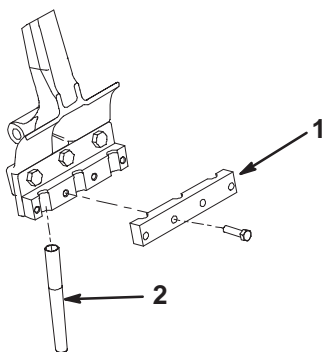

Bild 26
4. Befestigen Sie eine Stachelklemme mit vier 3/8 x 1-1/2 Zoll Kopfschrauben lose an jedem Stachelhalter. (Bild 26) Ziehen Sie die Kopfschraube nicht fest.